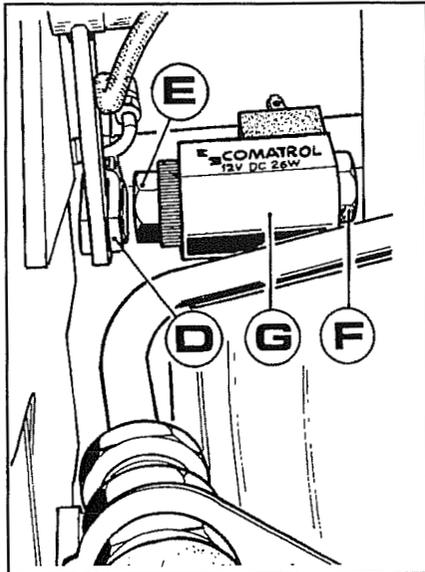

Fig. 17
- 2- Desconectar la horquilla de mando doble tracción **D** fig. 17 para no tener obstáculos en la extracción del grupo bobina solenoide.
3. Aflojar la tuerca **E** fig. 17 para permitir el desplazamiento de la bobina **G** para que sea posible aflojar con la llave la tuerca **F** del solenoide, luego desenroscar y extraer el grupo.
- a. Volver a montar la bobina **G** fig.17 en el solenoide.